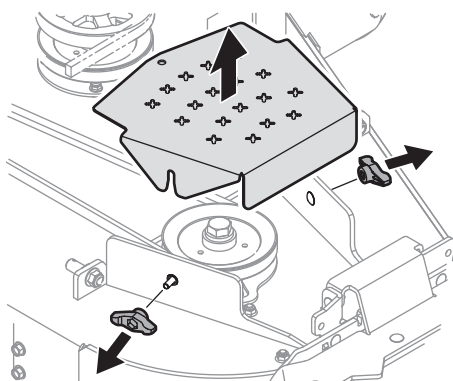

Figure 32
- Nettoyez le dessus du plateau de coupe, sous les couvercles de la fusée et la zone des courroies. (Figure 32).